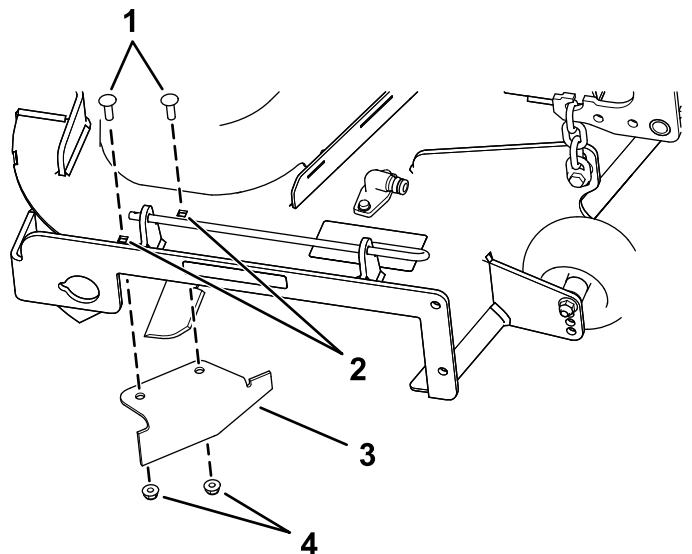

Figure 16
- Localisez le déflecteur d'ouverture dans le sachet des pièces détachées et retirez les fixations des trous arrière de la plaque d'éjection (Figure 16).